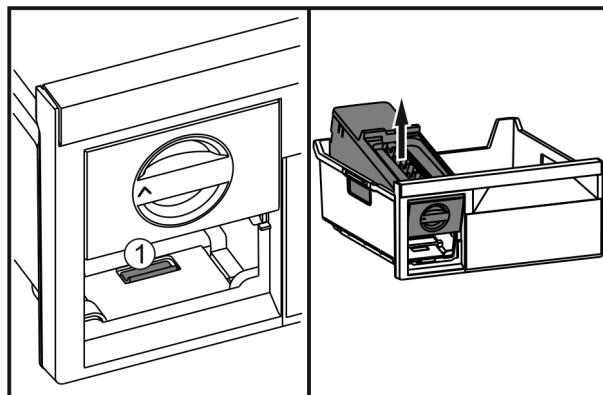

Fig. 54
- Натиснете езичето Fig. 54 (1), повдигнете EasyTwist-Ice отзад и извадете от чекмеджето на фризера.